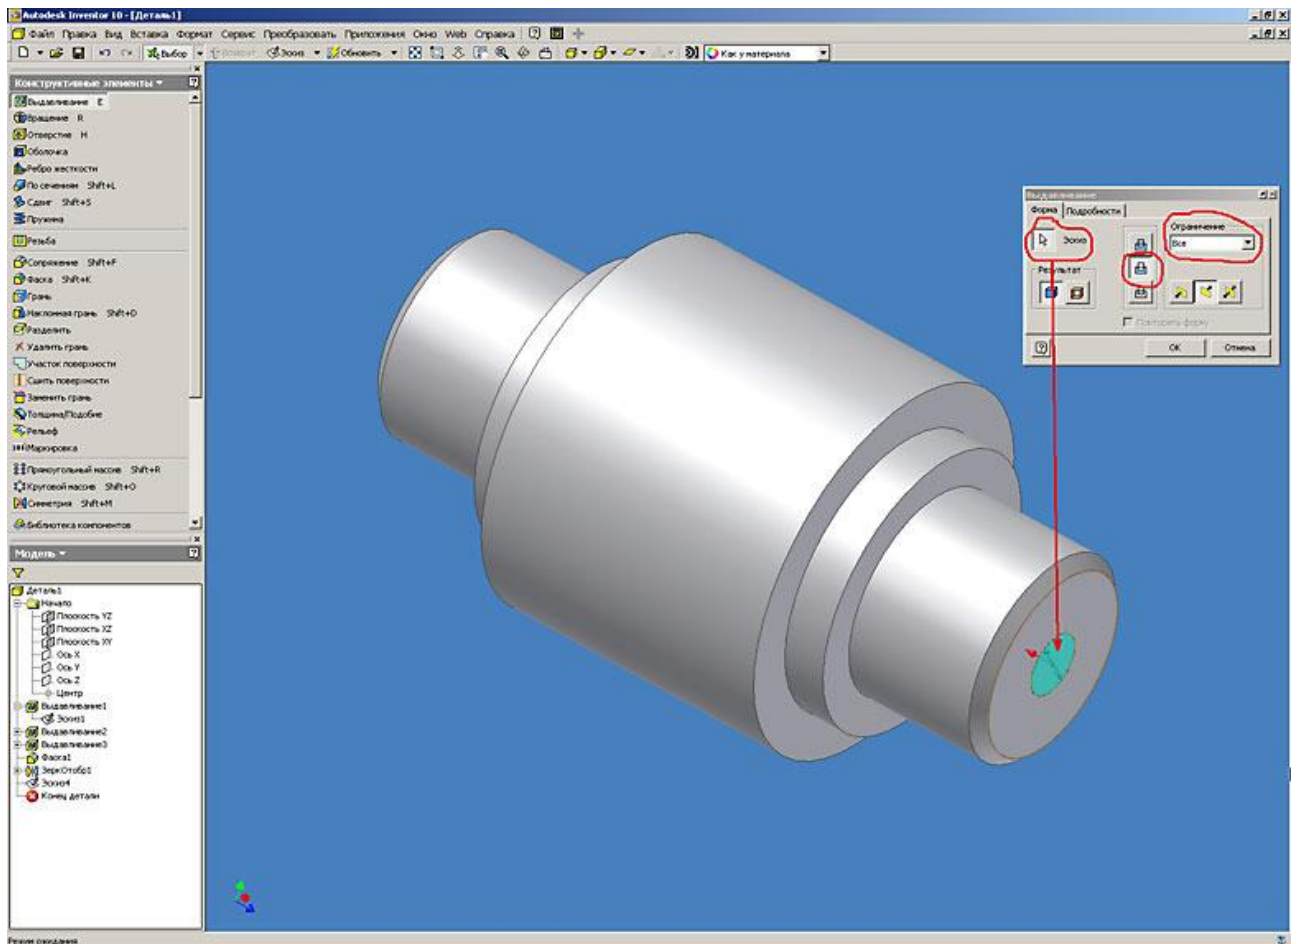

Рис. 11. Autodesk Inventor. Работа с конструктивными элементами (выдавливание)
11. Для построения сквозного отверстия в детали воспользуемся командой “Выдавливание”. Для этого необходимо создать эскиз будущего отверстия, указать в качестве метода выдавливания “вычитание” и выбрать направление выдавливания – в тело детали. Отверстия можно строить и с помощью специальной команды расположенной в инструментальной палитре – этому будет посвящен следующий урок (рис. 11).